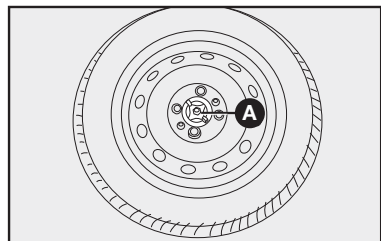

fig. 2
- Afloje el dispositivo de bloqueo **A**-fig. 2, saque la rueda de repuesto y el portaherramientas colocándolos junto